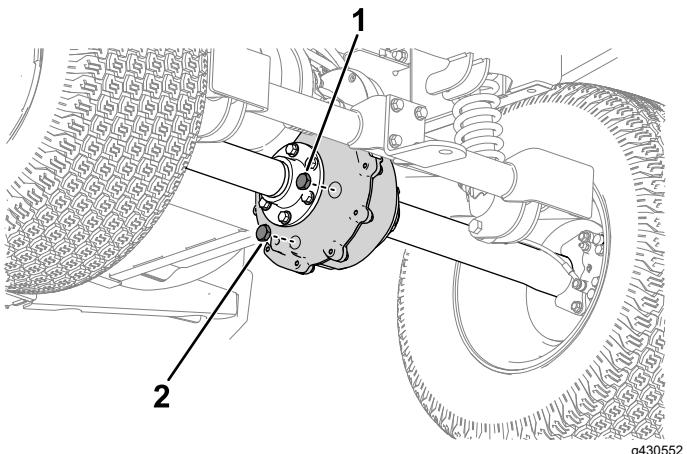

Figura 47
- Alinhe um recipiente de escoamento com o tampão de escoamento do eixo da transmissão (Figura 47).
2. Retire o tampão de enchimento (Figura 47).